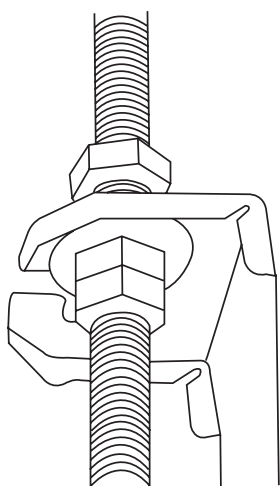

Fig. 4.5
5. Montati unitatea interioara. La acest pas este nevoie de 2 persoane. Introduceti carligele de sustinere in spatiile speciale de pe unitate interioara si fixati-le cu ajutorul saibelor si piulitelor disponibile. (fig 4.5).